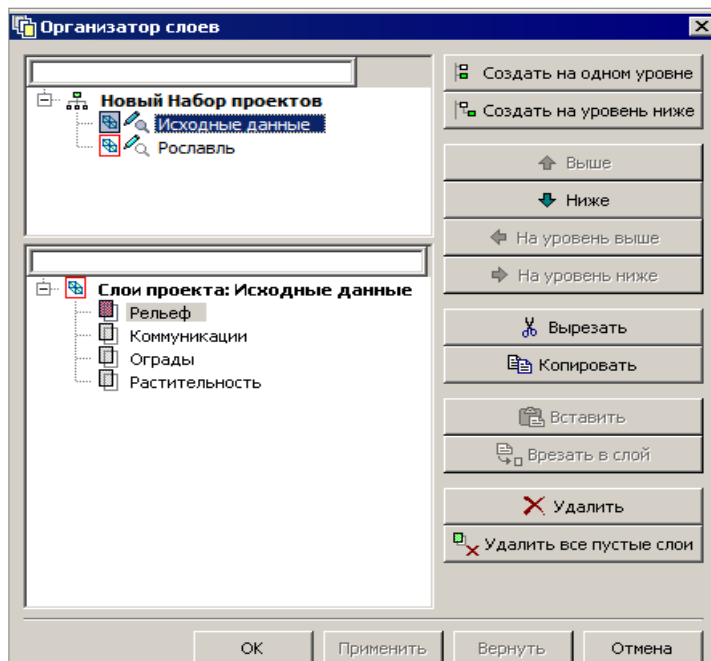

Рис. 3.14
- Откройте диалог **Организатор слоёв** (рис. 3.14).